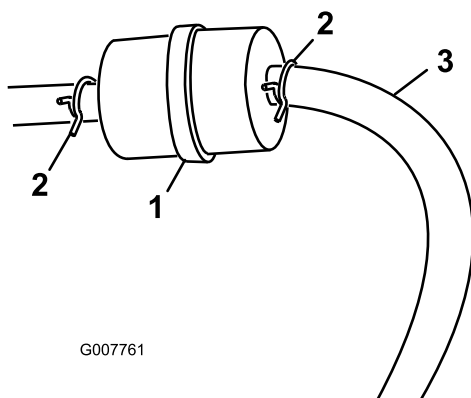

Figura 29
3. Aperte as pontas dos grampos da tubagem e afaste-as do filtro (Figura 29).
5. Instale um filtro novo e coloque as braçadeiras junto ao filtro (Figura 29).
3. Desaperte a braçadeira do tubo no filtro de combustível e deslize-o para cima do tubo de combustível afastando do filtro (Figura 29).
4. Desligue o tubo de combustível do filtro (Figura 29).
Nota: Deixe a gasolina drenar para uma lata ou recipiente de combustível (Figura 29).
5. Instale o tubo de combustível no filtro. Deslize a braçadeira do tubo para perto do filtro de combustível para prender o tubo de combustível (Figura 29).